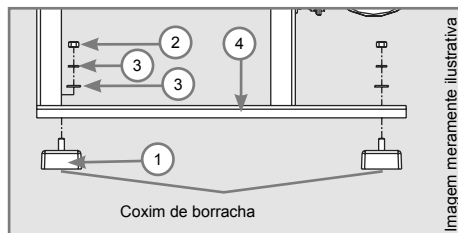

Figura 11
- Os coxins de borracha (1) são fornecidos desmontados, para montar os coxins (1), retire as porcas (2) e as arruelas (3) do parafuso e monte nos furos localizados na base do cavalete (4) da ES-450. Em seguida, monte as arruelas e a porca e de o aperto leve, conforme Figura 11.